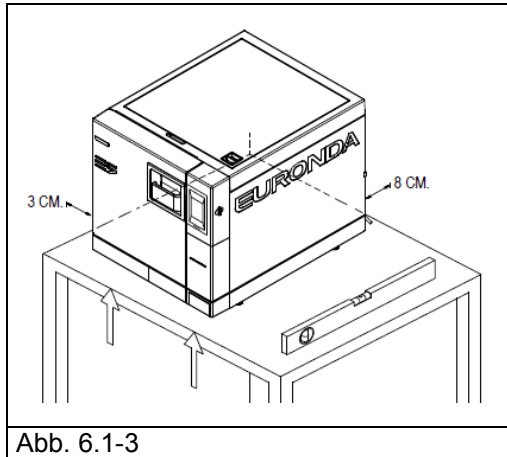

Abb. 6.1-3
- Das Gerät auf eine waagrechte, ebene Fläche stellen (Abb. 6.1-3).
- Ein Freiraum von mindestens 8 cm auf der Rückseite und von 3 cm seitlich des Geräts vorsehen, um eine ausreichende Entlüftung und Wärmeabgabe zu ermöglichen (Abb. 6.1-3).